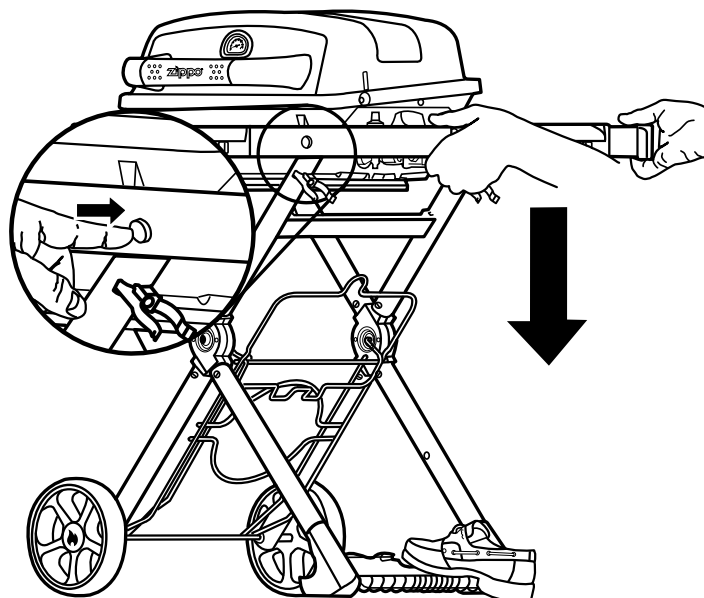

figura 30
1. Pulsar botones en ambos lados de la superficie de trabajo como se muestra en la figura 30.
2. Colocar un pie en manija para remolque como se muestra en la figura 30.
3. Bajar cuidadosamente la superficie de trabajo mientras se mantiene el pie firmemente sobre el Pie Manija ③⑤ .